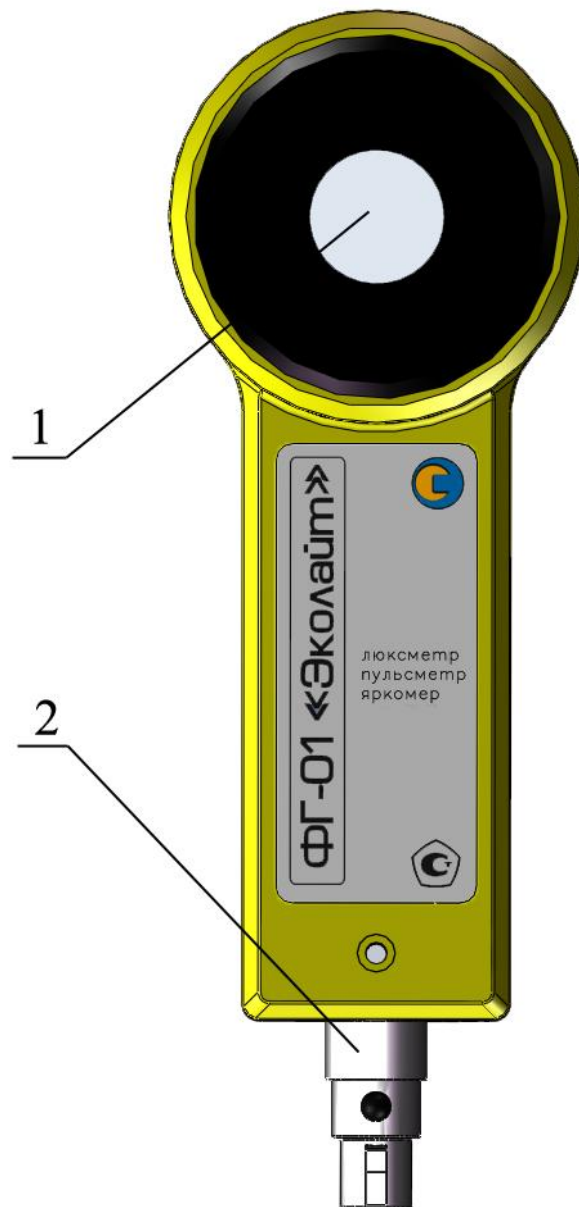
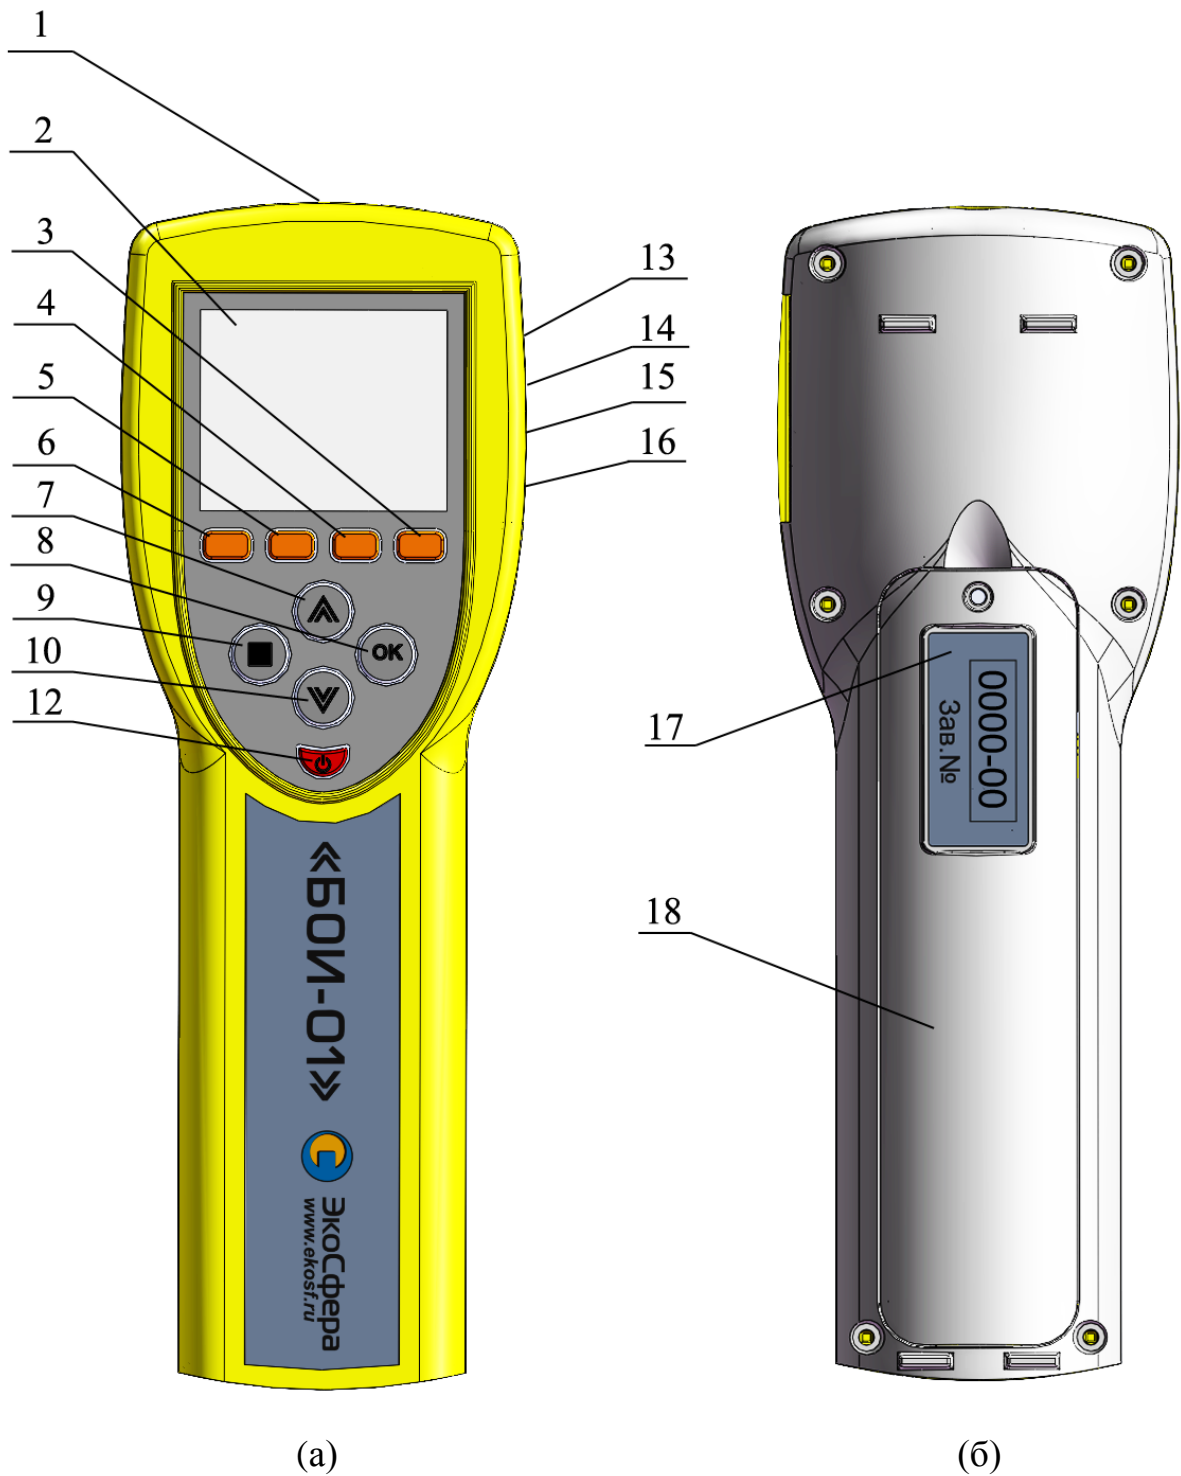
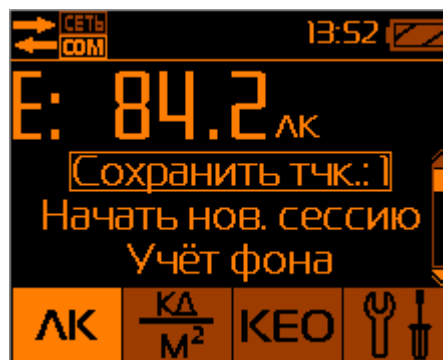

Рис.1. Внешний вид ФГ-01 (лицевая сторона).
Рис.2. Внешний вид блока обработки изображений БОИ-01.
Рис.8. Подготовка к записи результатов в память БОИ.
Конструктивно прибор состоит из двух отдельных блоков: фотометрической головки ФГ-01 «Эколайт» (рис.1) и блока отображения информации БОИ-01 (рис.2), связанных между собой гибким электрическим кабелем. В ФГ-01 расположен фоточувствительный элемент с корригирующими фильтрами и рассеивателем, электронный блок, осуществляющий аналоговую обработку сигнала и его аналого-цифровое преобразование, а также собственный микропроцессор ФГ, осуществляющий связь в цифровой форме с БОИ-01. Микропроцессор позволяет, при необходимости, управлять работой ФГ в автономном режиме без подключения ее к БОИ-01. Автономный режим работы ФГ используется для измерения коэффициента естественной освещенности (КЕО) или построения измерительных сетей (в том числе и беспроводных). Измеренные значения освещенности, коэффициента пульсации, яркости и КЕО записываются и сохраняются в собственной памяти прибора.
2.2.5. Включение прибора производится нажатием кнопки 12 (рис.2).
2.3.1. Выбор режимов работы прибора осуществляется нажатием одной из кнопок 3÷6 (Рис.2) БОИ-01 и подтверждается увеличением яркости соответствующего индикатора внизу на дисплее над нажатой кнопкой (Рис.7).
(6, Рис.2). Если фотоголовка подключена к БОИ-01, на дисплее высвечиваются численные значения освещенности в люксах (E :) и коэффициента пульсации в % (K_p :).
2.3.4.2. Режим «Пауза» при измерении освещенности осуществляется нажатием кнопки «□» (позиция 9, рис.2). При этом происходит остановка текущих измерений (Рис.7.) и на дисплее удерживается последнее измеренное значений освещенности (E). Значение коэффициента пульсаций (K_p) и изображение вертикальной логарифмической шкалы пропадают. Выход из режима «Пауза» и возобновление текущих измерений осуществляется повторным нажатием кнопки «□».
2.3.4.3. Запись измеренных значений в память блока отображения информации, находящегося в режиме «Пауза» (после первого нажатия кнопки «□») осуществляется выбором пункта меню «Сохранить тчк.:1» (Рис.8) и подтверждается нажатием кнопки «ОК» (позиция 8, рис.2). При этом в память заносятся удерживаемые на дисплее значения освещенности (Е), последнего измеренного коэффициента пульсаций (K_p) и календарное время замера данных параметров. Также пользователю предоставляется информация о порядковом номере производимой записи в текущей сессии. Это позволяет пользователю систематизировать сохраняемые измерения по их номерам. После записи результатов измерения в память, блок отображения информации, переходит в режим текущего измерения освещенности.
Дальнейшее нажатие на кнопку «□» возвращает БОИ-01 в режим «Пауза» (Рис.8).